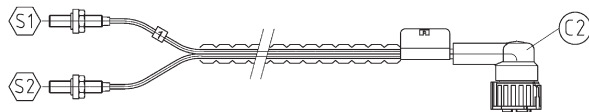

Fig. 4
- 1 x set di sensori con 2 sensori esclusivamente per l'indicatore a distanza (fig. 4).